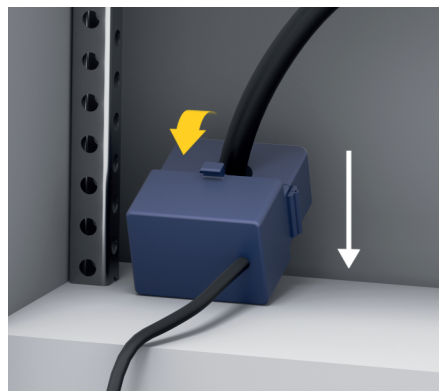

Fig. 15: Installationseksempel på strømsensor
- ▶ Sørg for, at føleren har den korrekte måleretning (Fig. 15, hvid pil).
- ▶ Vælg en placering for installationen, hvor kablerne kan lægges lige, og vær opmærksom på målingens retning (**pilen peger mod belastningen**) (Fig. 15, hvid pil).
- ▶ Indfør installationskablet i strømsensoren, og luk sensorlåget (Fig. 15, gul pil).